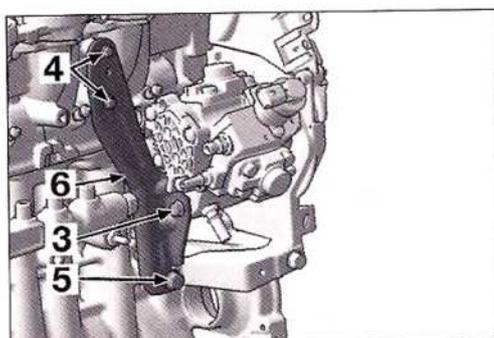

FIG. 49
- Desmontar los tornillos (3), (4) y (5) (Fig.49).